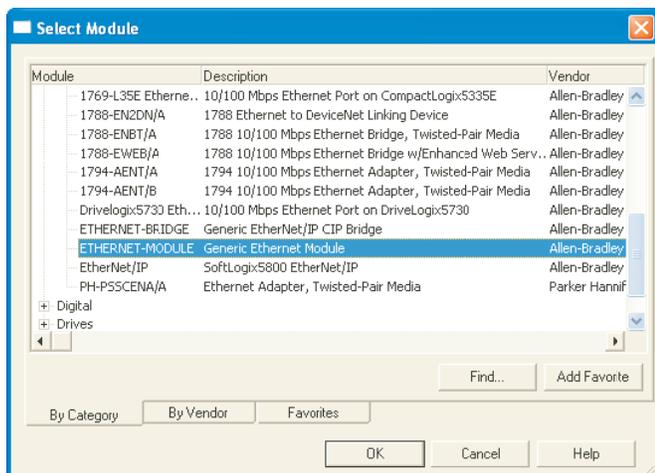

Abbildung 4.3.21n 'Select Generic EtherNet Module'
3. Wenn nötig, verwenden Sie die Bildlaufleiste und klicken Sie auf 'Generic EtherNet Module' (Abbildung 4.3.21n). Bestätigen Sie dann mit 'OK' (oder Doppelklick auf das gewählte Objekt).